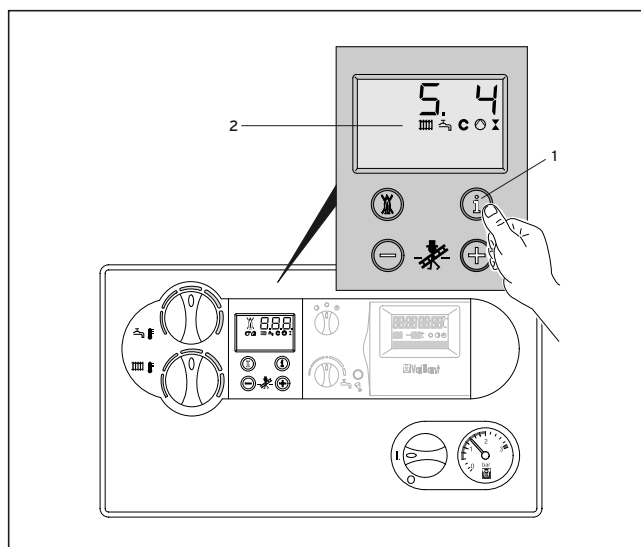

Fig. B.10 Status displays
4.5 Status displays (Fig. B.10)